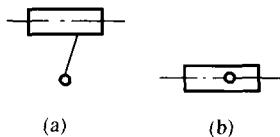
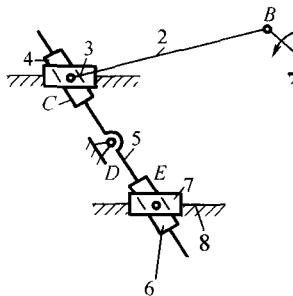
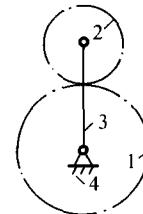

图1-1
图1-2
图1-3
在绘制机构运动简图时,要注意可能组成一个转动副和一个移动副的构件的表示方法。在图1-1中,图1-1(a)是这种构件的一般表示法。因移动副只要求导路方向与移动方向一致,而导路的位置是不受限制的,如令导路通过转动副的回转中心,即得图1-1(b)。它是这类构件最常见的表现形式。学生应当学会分析由这类构件构成的复杂图形。例如图1-2所示压缩机机构在铰链C处各构件间的关系如下:构件2-3,3-4间组成转动副,构件3-8,4-5间组成移动副。
3. 对复合铰链,应当注意复合铰链是指两个以上回转副中心重合为一,而不应仅仅根据若干构件汇交来判断。例如图1-2铰链E处虽有5,6,7,8四个构件汇交,但它们构成两个移动副和一个转动副,故不存在复合铰链。在图1-3所示周转轮系中,1,2,3是活动构件,4是机架,构件1,3和4在O点形成复合铰链。由于齿轮、凸轮等构件习惯于用外形来表示,简图上看不出构件汇交,故这种复合铰链易被忽略。